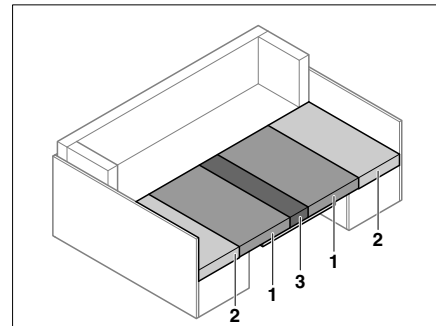

Bild 73 Nach dem Umbau
- Die Sitzpolster (Bild 73,1) zur Mitte ziehen.
- Die Rückenpolster (Bild 73,2) zwischen die Sitzpolster (Bild 73,1) und die Außenwand legen.
- Das Zusatzpolster (Bild 73,3) zwischen die Sitzpolster (Bild 73,1) auf den Tisch legen.